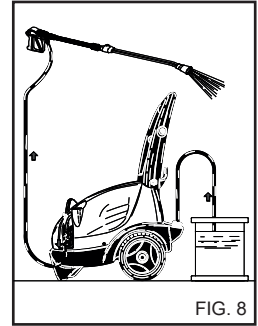

FIG. 8
Efter brug af rengøringsmiddel, skal rengøringsmiddelindtaget skylles ud med rent vand. (Fig. 8).
- 1) Efter brug sammen med rengøringsmidlet skal højtryksvandsystemet skylles omhyggeligt: Lad pumpen være aktiveret i 1 minut, mens doseringshanen er fuldstændigt lukket. (fig. 8).
- 4) Efter brug sammen med rengøringsmidlet skal højtryksvandsystemet skylles omhyggeligt: Lad pumpen være aktivret i 1 minut, mens doseringshanen er fuldstændigt lukket. (fig. 8).